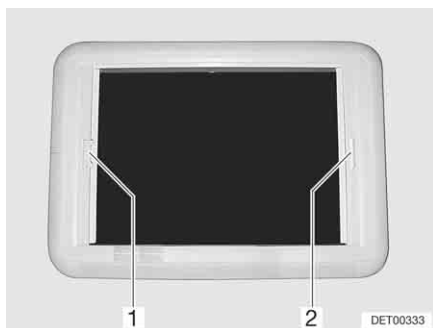

Fig. 75 Lanterneau Heki, verrouillage du store
- Tirer sur la poignée (Fig. 75,2) du store occultant jusqu'à toucher la poignée de la moustiquaire (Fig. 75,1) située vis-à-vis et la laisser s'enclencher.
- Avec l'autre main, tenir la poignée de la barre de déverrouillage de la moustiquaire (Fig. 75,1) dans la direction de la poignée. Le dispositif de verrouillage sera alors débloqué.
- Tirer sur la poignée (Fig. 75,1) de la moustiquaire jusqu'à toucher la poignée du store occultant (Fig. 75,2) située vis-à-vis et la faire s'enclencher.
- Tenir la moustiquaire (Fig. 75,1) par la poignée et pousser la barre de déverrouillage en direction de la poignée. Le dispositif de verrouillage sera alors débloqué.